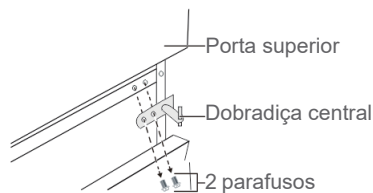

Fig. 4
3. Remova a dobradiça central, após retirar os dois parafusos da mesma (→ Fig. 4).